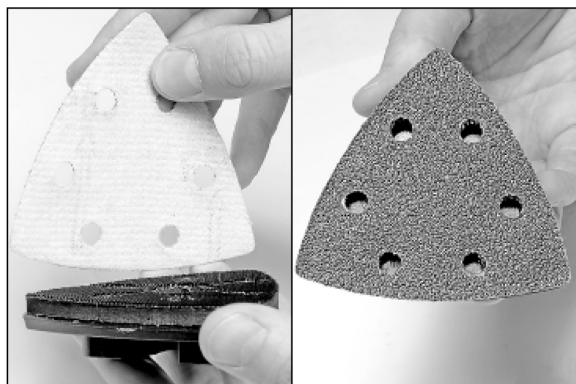

Рис. 9
Установка/ замена шлифовального листа (рис. 9)
1. Поместите на основание дельта подошвы абразивный лист, совместив отверстия для пылеудаления на нём и подошве (рис. 9). Прижмите рукой абразивный лист, затем, надавите подошвой на плоскую поверхность (это обеспечит хорошее прилипание и предотвращает преждевременный износ абразивного листа).